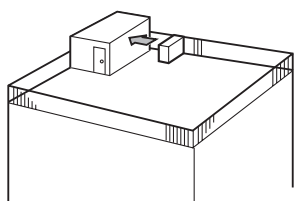

Fig. 2-4
- (1) Anbring udblæsningen, så den vender imod den nærmeste væg og ca. 500 mm fra den. (Fig. 2-4)